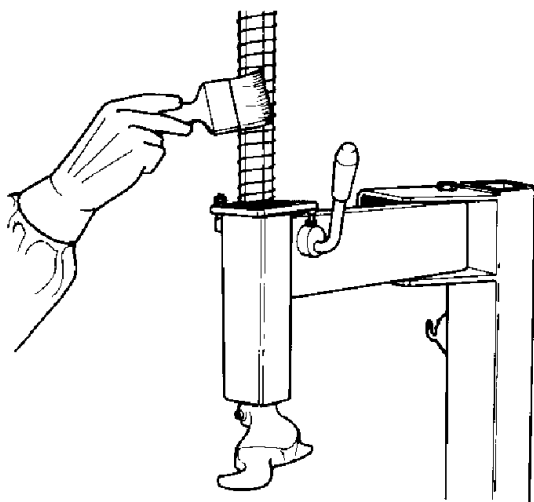

Fig.27
**A.** Nettoyer périodiquement la tige hexagonale avec un détergent liquide non inflammable. Après cela, lubrifier immédiatement avec une huile lubrifiante légère (Fig.27).